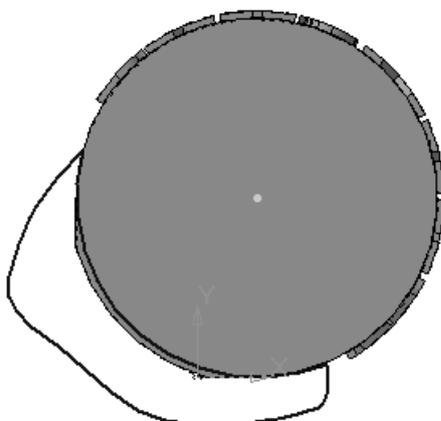

Рис. 14.18. Вид модели после выполнения операции выдавливания
2.14. На верхней грани модели создайте эскиз, изображенный на рис.14.18.